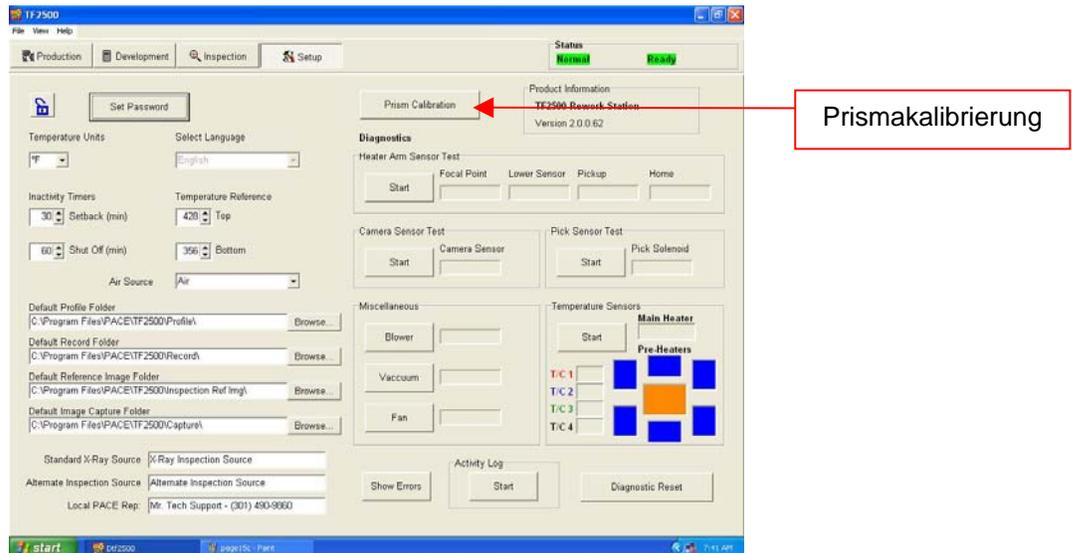

Abbildung 9
i. Wählen Sie den Bildschirm Setup. (Abbildung 9)